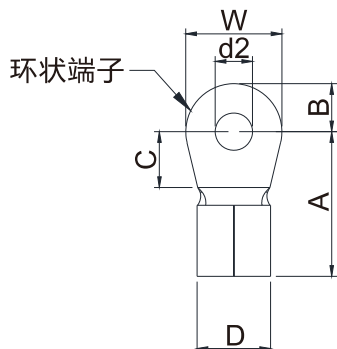
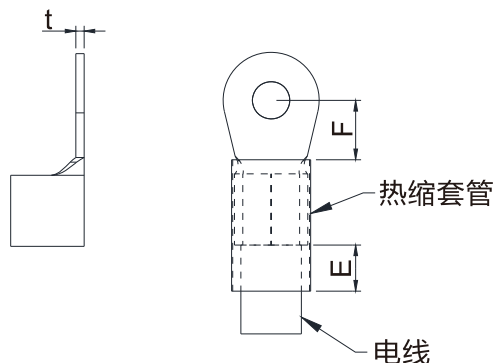

图 5-9
图 5-10
- 主回路端子接线使用环状端子，请见图 5-9 与图 5-10，其他接线方式则须符合当地国家规定。
- 在把电线压接至符合 UL 认证的环状端子后，才能在电线套上也是符合 UL 和 CSA 认证的绝缘热缩套管 (可耐至少 600 VAC, YDPU2)，绝缘热缩套管的规格请见图 5-10。